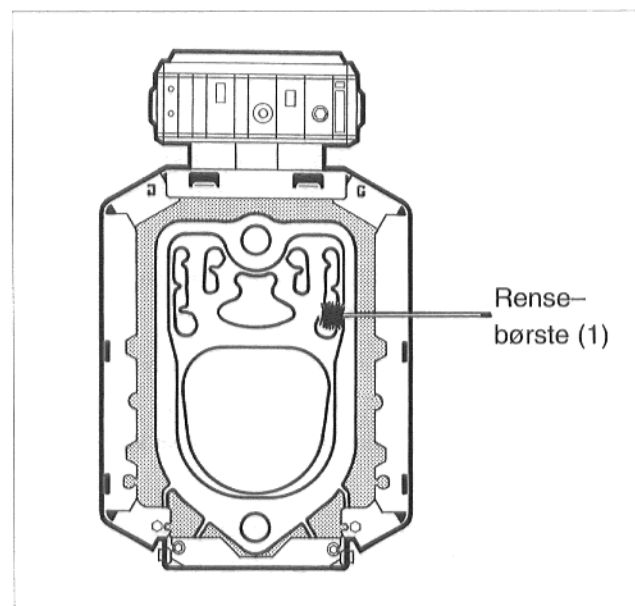

Fig. 39
- De sidevendte røggaskanaler rengøres med rensebørsten (1) (Fig. 39). Rengøringen sker med vandrette og cirkelrunde bevægelser.